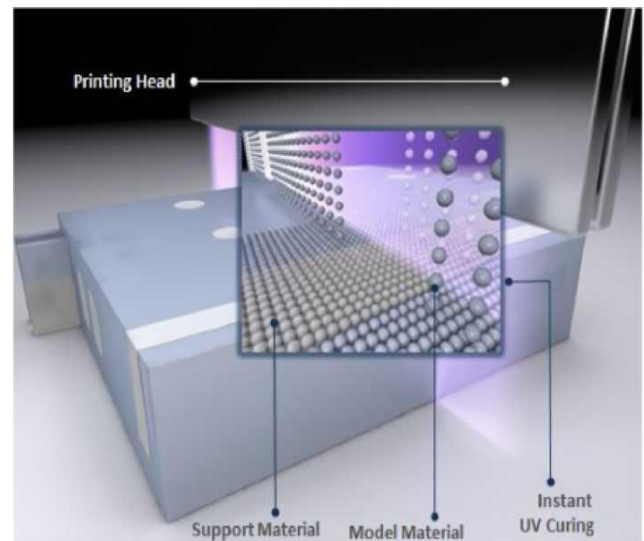

Рис.2. Технологія 3D друку Polyjet
–технологія Polyjet (рис.2);
Переваги технології технології Polyjet (рис. 2) :товщина шару до 16 мікрон (клітка крові 10 мікрон); висока швидкість друку. Недоліки технології: друкує тільки з використанням фото полімеру; дороговизна пластику; чутливість до ультрафіолетового випромінювання, крихкість деталей.